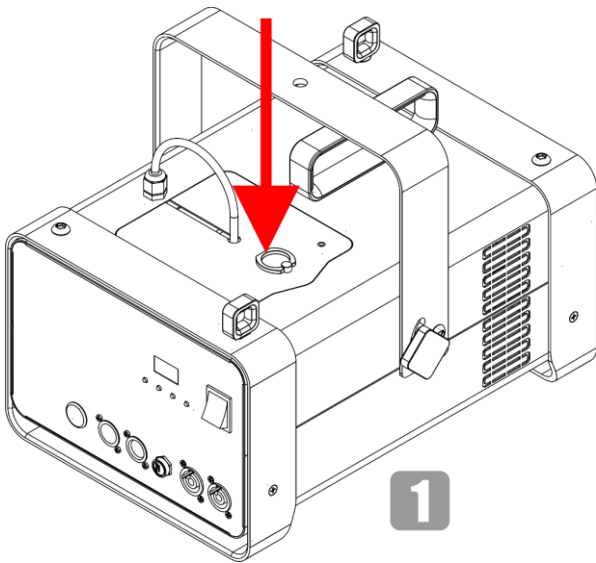

Abb. 09
- 01) Greifen Sie den kleinen Ring des Servicedeckels (Abb. 09).